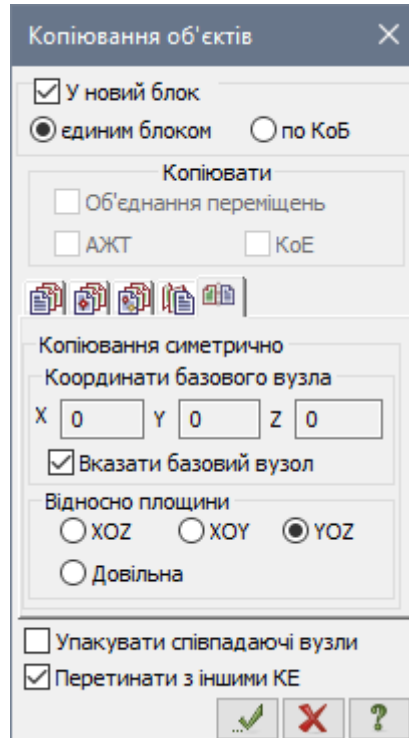

Рис. 5.5. Діалогове вікно Копіювання об'єктів
- В цьому вікні перейдіть на останню закладку **Копіювання симетрично** (рис. 5.5).